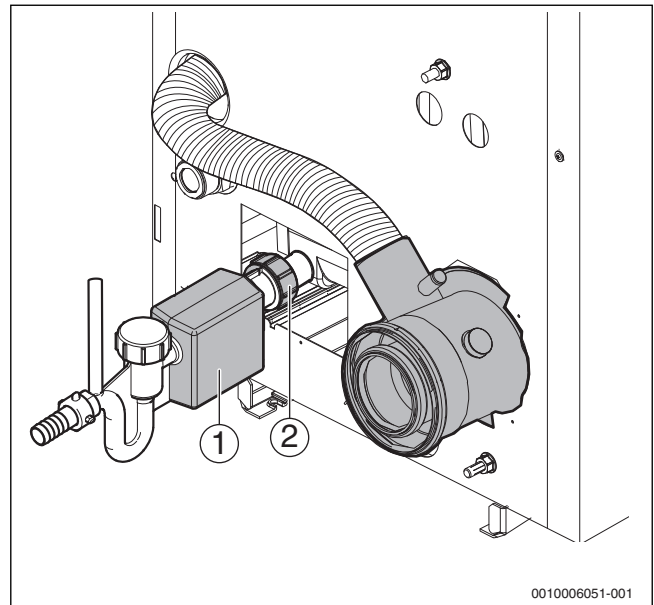

Fig. 77 Limpiar el depósito de condensados
- ▶ Enrosque el sifón (→ fig. 77, [1]) en el racor de conexión del depósito de condensados (→ fig. 77, [2]).